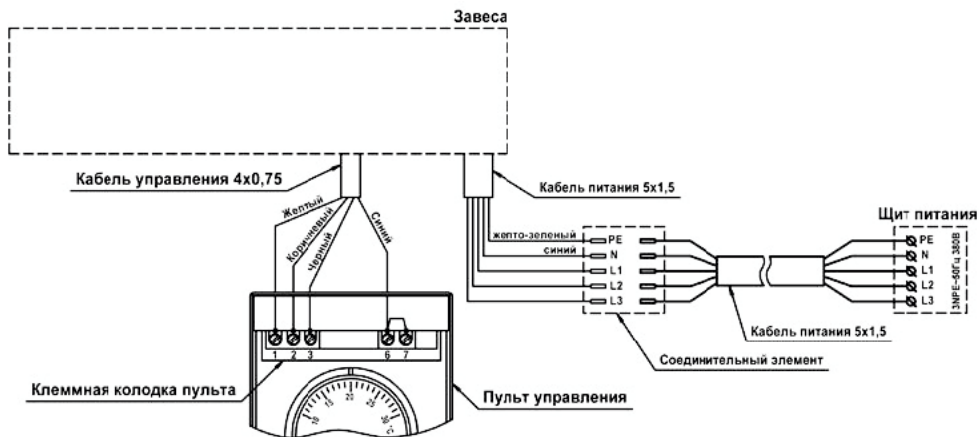

Рис. 4 Схема подключения завес ST 610, ST 910, ST 615, ST 915
6.6 Подключение к стационарной электросети производить в соответствии со схемами, приведенными на рис.3 и рис. 4 Приложения и на корпусе завесы. Жилы кабеля, идущего от источника питания необходимо соединить с жилами силового кабеля, выведенного из корпуса завесы. Соединение производить с помощью клеммной колодки или специальных соединительных зажимов, обеспечивающих надежную изоляцию и фиксацию проводов (в комплект поставки не входят).